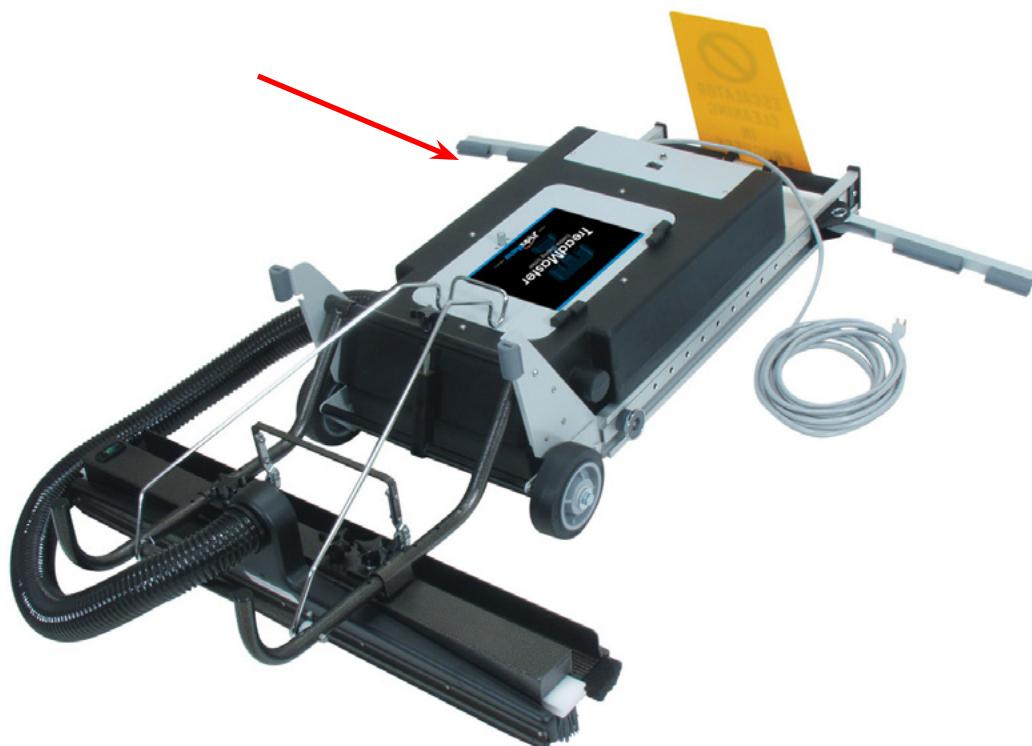

Figure 17. Sac sous vide situé dans le compartiment de rangement
1. Ouvrez le couvercle du compartiment de récupération (voir Figure 17), retirez le sac de son support en desserrant le système de retenue.